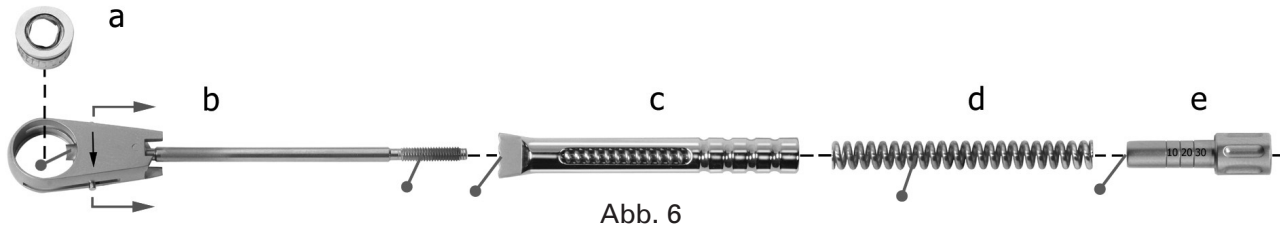

Abb. 6
1. Durch Ziehen an den beiden Pinenden (Pfeile) in Richtung Ratschengriff wird die Werkzeugaufnahme (Abb. 6-a) aus dem Ratschenkopf (Abb. 6-b) entfernt. Es ist dabei zu beachten, dass die Werkzeugaufnahme nur nach einer Seite aus dem Ratschenkopf entfernt werden kann.
2. Einstellschraube (Abb. 6-e) komplett vom Ratschengriff (Abb. 6-c) abschrauben.
3. Ratschengriff (Abb. 6-c) vom Ratschenkopf (Abb. 6-b) abziehen und die Feder (Abb. 6-d) entnehmen.
2. Ratschengriff (Abb. 6-c) über die Gewindestange auf den Ratschenkopf (Abb. 6-b) stecken.
3. Feder (Abb. 6-d) in den Ratschengriff (Abb. 6-c) einschieben.
4. Einstellschraube (Abb. 6-e) soweit in den Ratschengriff (Abb. 6-c) eindrehen bis der Widerstand der Feder spürbar wird.
5. Durch Ziehen an den beiden Pinenden (Pfeile) in Richtung Ratschengriff wird die Werkzeugaufnahme (Abb. 6-a) in den Ratschenkopf (Abb. 6-b) eingesetzt. Es ist dabei zu beachten dass die Werkzeugaufnahme nur von einer Seite in den Ratschenkopf eingesetzt werden kann.